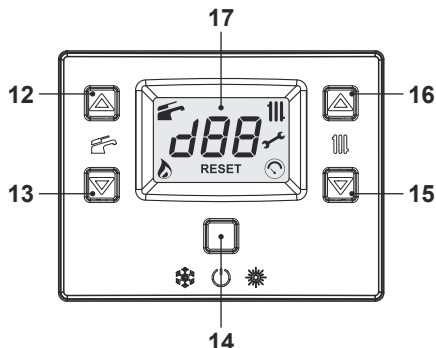

Рисунок 2.5
- Натисніть та утримуйте кнопку 14 (Рисунок 2.5) протягом 2 секунд, доки на дисплеї не з'явиться символ .
Температуру води, що подається на опалення, можна регулювати за допомогою кнопок 15 (зменшення) і 16 (збільшення) (Рисунок 2.5) в діапазоні від мінімальної близько 38°C до максимальної близько 85°C. При першому натисканні однієї з цих кнопок відображається встановлене значення. При повторному натисканні можна змінити це значення.
Якщо температура в приміщенні не комфортна, можна збільшити або зменшити температуру, що подається в систему опалення на $\pm 15^{\circ}\text{C}$ за допомогою кнопок 15 (зменшення) та 16 (збільшення) (Рисунок 2.5).
Температуру гарячого водопостачання можна регулювати за допомогою кнопок 12 (збільшення) і 13 (зменшення) (Рисунок 2.5) в діапазоні від мінімальної близько 35°C до максимальної близько 60°C . При першому натисканні однієї з цих кнопок відображається встановлене значення. При повторному натисканні можна змінити це значення.